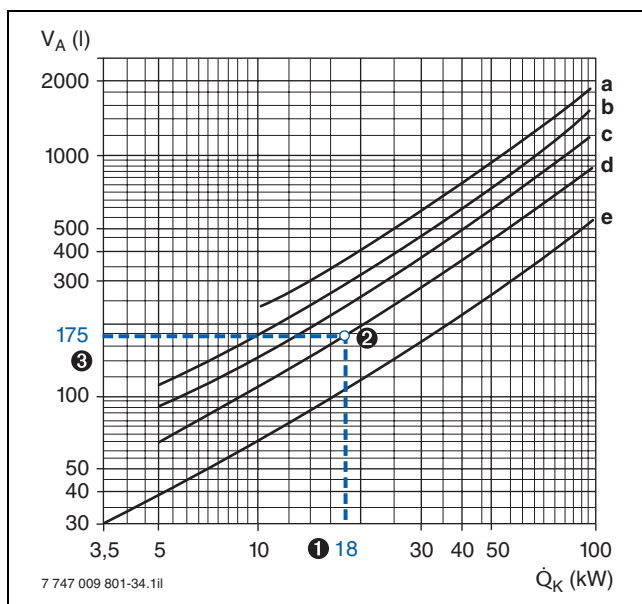

Bild 34 Anhaltswerte für den durchschnittlichen Wasserinhalt von Heizungsanlagen
In Abhängigkeit von verschiedenen Parametern der Heizungsanlage lässt sich das Anlagenvolumen aus Bild 34 ablesen.
(→ Bild 34, Kurve d)
Das nach Punkt 3 aus dem Diagramm in Bild 34 abgelesene Anlagenvolumen muss kleiner sein als das maximal zulässige Anlagenvolumen. Trifft das nicht zu, ist ein größeres Membran-Ausdehnungsgefäß zu wählen.
- ❹ Erforderlich ist ein MAG mit 18 Litern Inhalt, weil hierfür das nach Bild 34 ermittelte Anlagenvolumen kleiner als das maximal zulässige Anlagenvolumen ist.